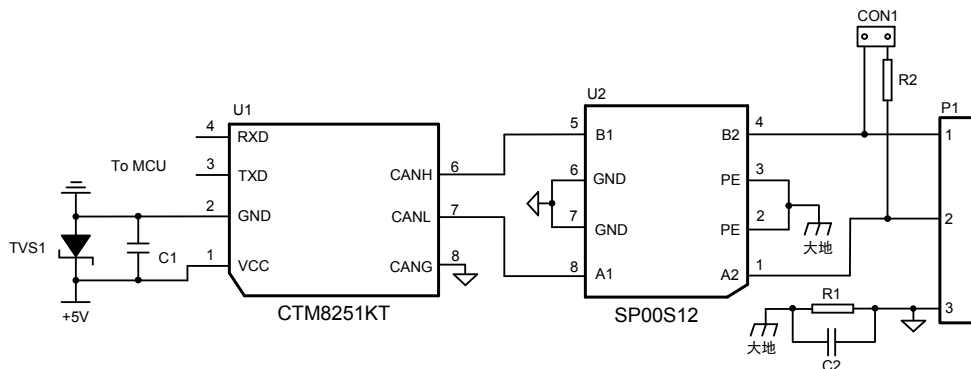
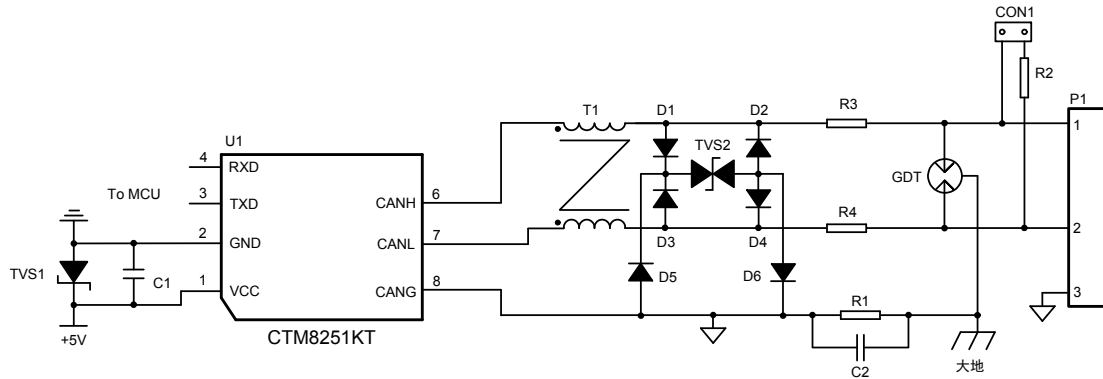

图 3 推荐应用电路 1
图 4 推荐应用电路 2
IEC/EN 61000-4-5 差模±2kV, 共模±4kV(应用电路图 3/图 4) (3)	Perf. Criteria B
模块应用在户外等恶劣的现场环境时，容易遭受大能量的雷击，此时需要对 CAN 信号端口添加更高等级的防护电路，保证模块不被损坏以及总线的可靠通讯。图 3、图 4 提供了两个针对大能量雷击浪涌的推荐防护电路接线图。按非屏蔽通信线试验配置进行测试，可满足 IEC/EN61000-4-5 差模±2kV，共模±4kV 浪涌等级要求。
如图 3 所示的是 CTM8251KT 配合致远电子 SP00S12 信号浪涌抑制器使用的电路示意图。SP00S12 与 CTM8251KT 之间的连接简单，使用方便，占板面积小。SP00S12 的详细参数请参考产品数据手册。
若需要满足特定的浪涌等级要求时，建议使用如图 4 所示的推荐保护电路，电路的参数可以根据实际测试情况进行调整。其中 CON1 为短路器，单个 CAN 总线网络上，只需要短路头尾两个节点，在总线上加入终端电阻，其他节点开路即可。如表 1 所示列出了一组推荐的电路参数，按非屏蔽通信线试验配置进行测试，可满足 IEC61000-4-5 差模 $\pm$ 2kV，共模 $\pm$ 4kV 浪涌等级要求。另外，组网时，建议使用屏蔽双绞线，并对屏蔽层进行可靠的单点接地。若在一些电磁干扰非常严重的场合，建议使用双层屏蔽双绞线，CANH、CANL、CANG 均进行连接，CANG 接于内层屏蔽，外层屏蔽单点接大地。